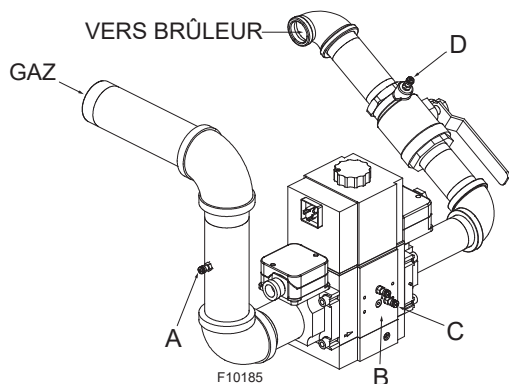

Figure 43. Emplacements de mesure de pression de gaz
2. Connectez un manomètre gradué de 12 po à un point de purge situé en amont, sur le tuyau d'alimentation en gaz de l'appareil (point de mesure "A", **Figure 43**).
Cet essai nécessite l'utilisation de trois points de test de la vanne de gaz. Retirez le panneau avant supérieur et déplacez la boîte de jonction avant pour accéder à la vanne de gaz, voir **Figure 43**.
Le point de test C est un point de purge située en aval de la vanne de gaz et en amont du robinet d'arrêt manuel, voir **Figure 43**.